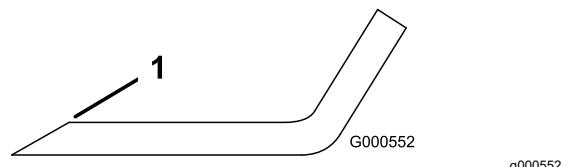

Bild 71
1. Schärfen Sie die Schnittkante an beiden Enden des Schnittmessers mit einer Feile (Bild 71).
- Hinweis:** Feilen Sie, wenn das Schnittmesser nicht ausgewuchtet ist, vom Flügelbereich des Messers etwas Metall ab (Bild 71).